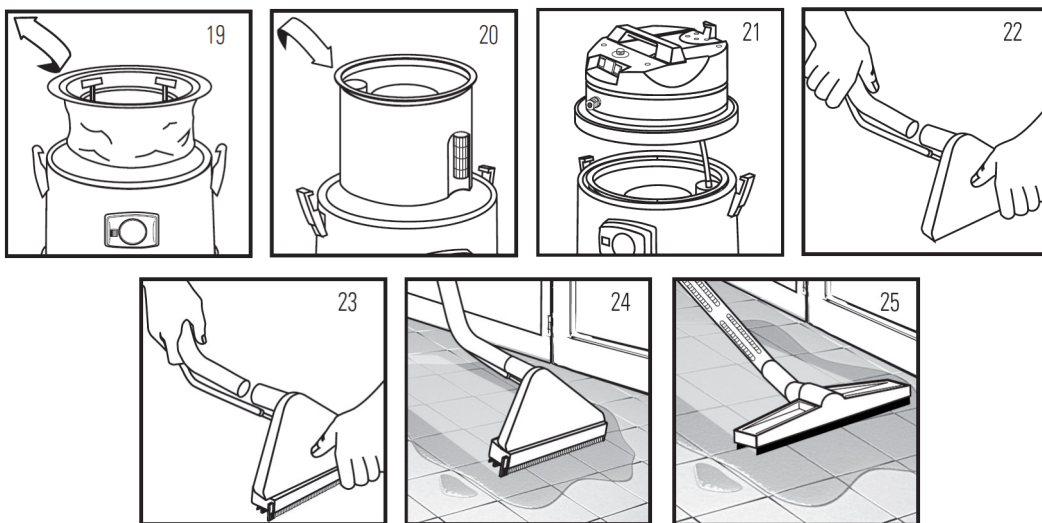

Abb. 6: Flüssigkeiten saugen
- Das benötigte Zubehör wählen (1-2-3-4) (Bild 6)